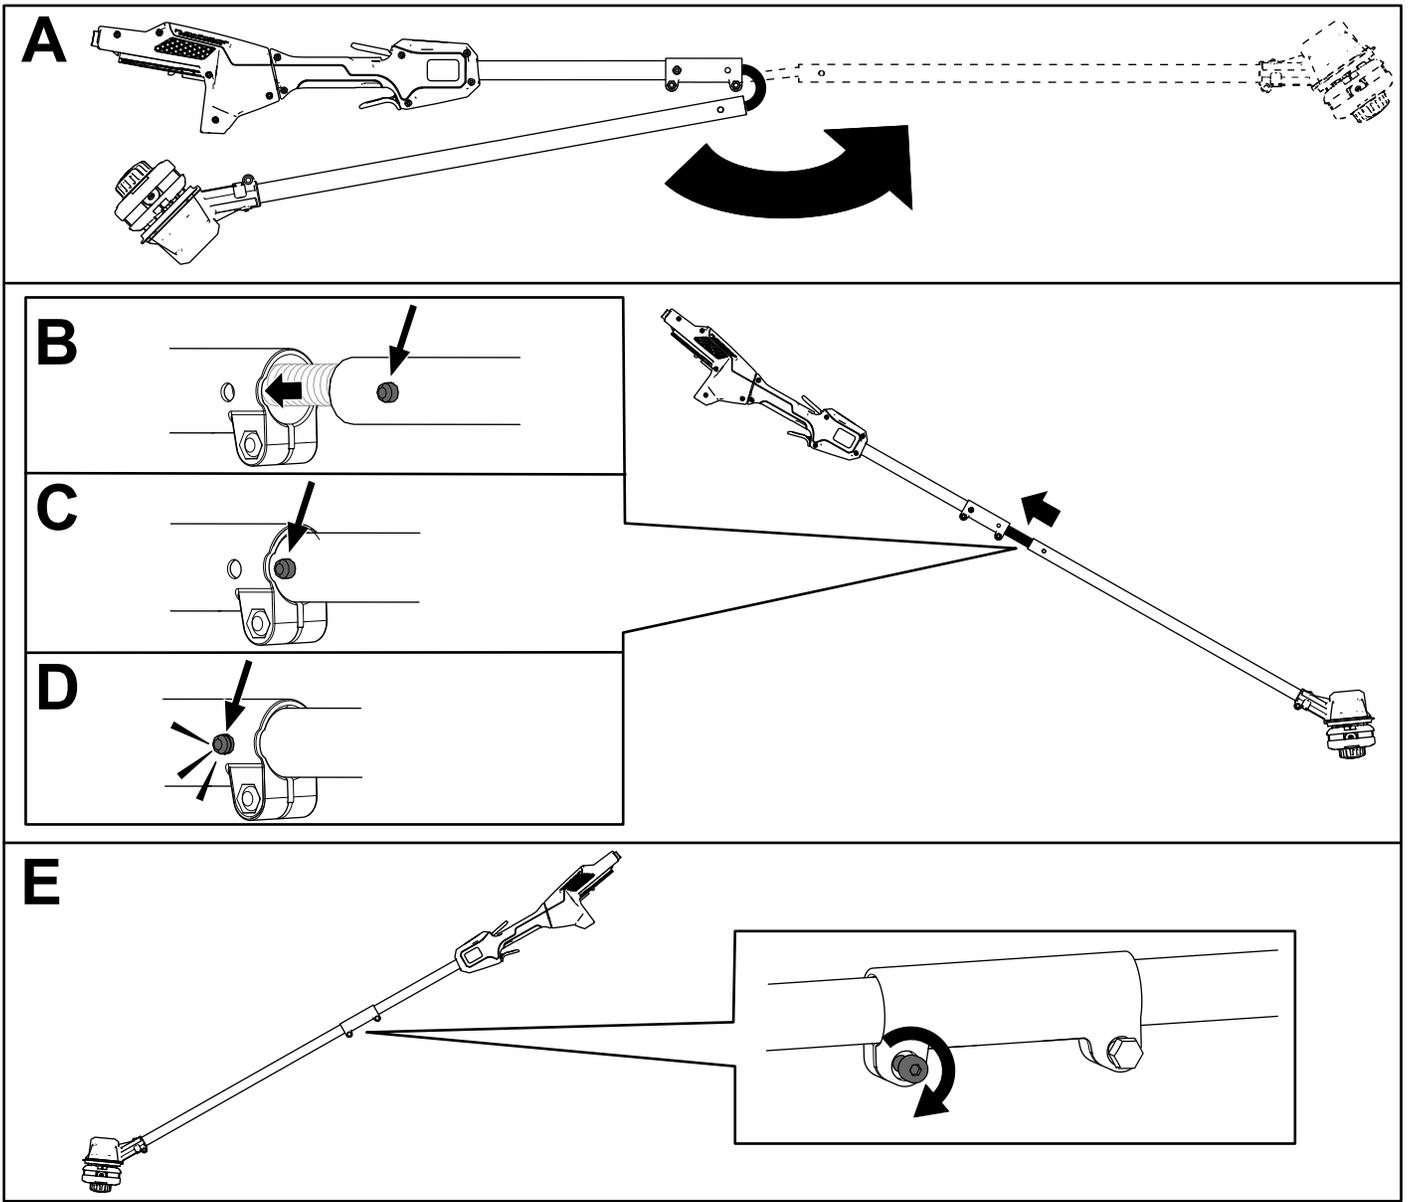

Figura 3
1. Despliegue el eje (Figura 3, A).
2. Alinee el botón de bloqueo del eje inferior con el orificio alargado del eje superior y junte los dos ejes (Figura 3, B y C).
**Nota:** El botón de bloqueo hace clic en el taladro alargado cuando ambos ejes están sujetos (Figura 3, D).
3. Usando la llave allen suministrada, apriete el tornillo del conector del eje hasta que quede firme (Figura 3, E).